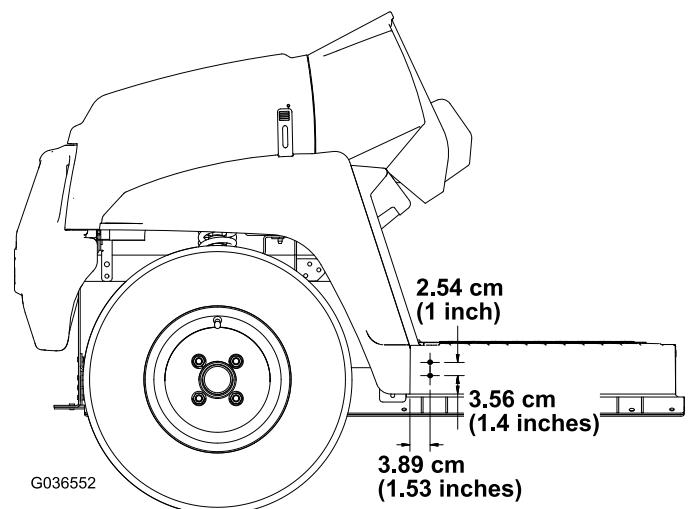

图3
2. 使用图3中所示的尺寸,在机器左侧的底板外侧钻2个孔 ($5/16$ 英寸)。